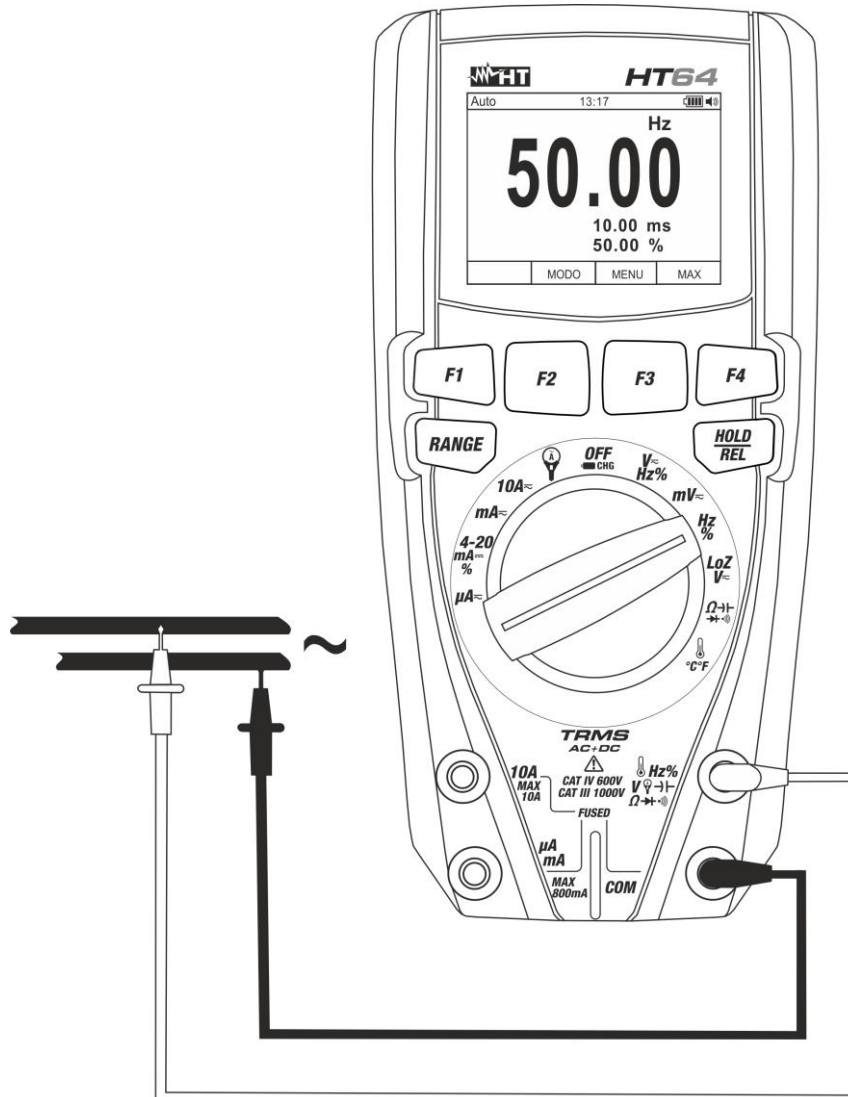

Fig. 25: Uso del instrumento para medida de Frecuencia y Ciclo de trabajo
4. Posicione la punta roja y la punta negra respectivamente en los puntos del circuito en examen (vea Fig. 25). El valor de la frecuencia (Hz) o ciclo de trabajo (%) se muestra en el visualizador. La barra gráfica no está activa en estas funciones